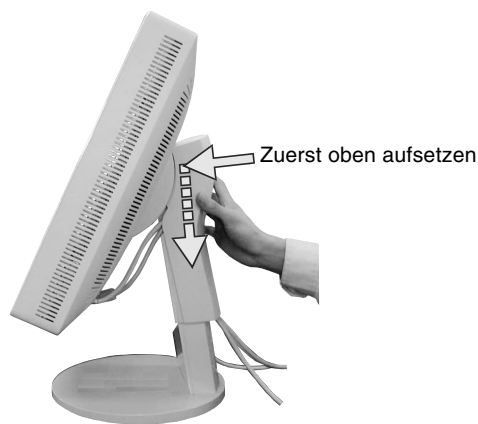
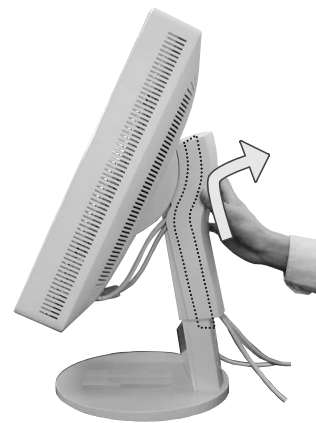

Abbildung D.1
Abbildung D.2
13. Halten Sie alle Kabel fest, und setzen Sie die Kabelabdeckung auf den Fuß (**Abbildung D.1**). Zum Entfernen heben Sie die Kabelabdeckung an, wie in **Abbildung D.2** dargestellt.